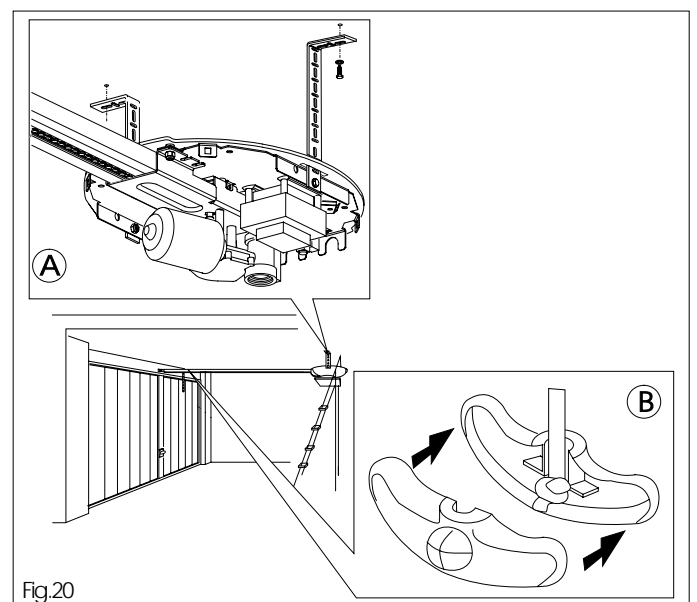

Fig.20
6.12 Forare, introdurre i tasselli e fissare tramite viti e rondelle l'unità motore al soffitto (fig.20 rif.A).
6.14 Alloggiare il nodo come indicato in fig. 20 rif.B all'interno del pomello e richiuderlo.